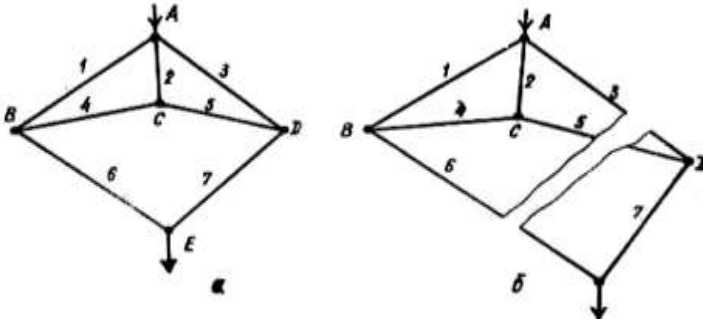

Рисунок 12 - Замкнений граф
**Задача 33.** Якщо число елементів і їхніх зв'язків буде досить великим, то вибір мінімальних перетинів трудомісткий процес - число можливих сполучень елементів зростає за ступеневою залежністю. Розглянемо один з методів спрямованого вибору мінімальних перетинів, що використовує елементи теорії графів. Структуру подають у вигляді замкнутого графа, що має один вхід А та один вихід Е (рис.12, а).
Нехай є граф, що містить  $m$  ребер і  $M$  вершин. Розірвемо ребра графа так, щоб частина вершин ( $N$ ) була приєднана тільки до входу графа, а інші ( $M-N$ ) вершин - до виходу графа (рис.12, б). Цим самим порушений зв'язок між входом і виходом графа і утворені дві структури, називані деревами:  $N$ -дерево (тобто дерево, що містить  $N$  вершин) і  $(M-N)$  - дерево.
При цьому «обірвані» ребра утворюють мінімальні перетини. На рис. 12,б мінімальний перетин утворюють елементи 3, 5, 6.
*Приклад* пошуку мінімальних перетинів у структурі, що представлена на рис. 12, а.